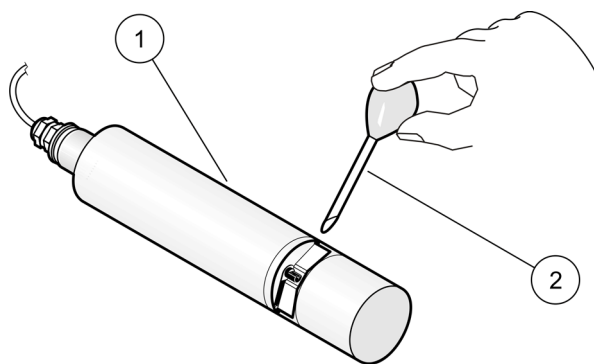

Figura 9 Verificarea calibrării (versiune cu rezervor)
9. **Versiune cu rezervor:** Scoateți senzorul din rezervor, clătiți calea de măsurare cu apă și umpleți rezervorul cu soluție standard (pipetă), consultați Figura 9 la pagina 27.